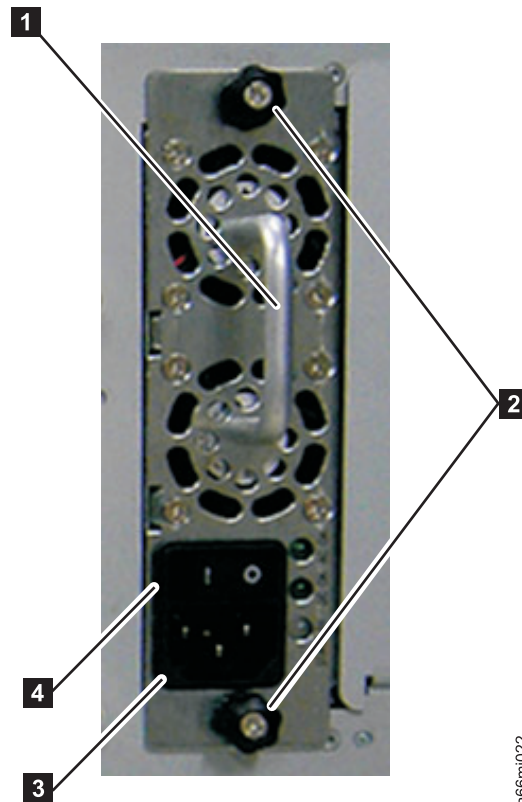

Figura 3-8. Fonte de Alimentação
1. Solte os dois parafusos de aperto manual (**2** na Figura 3-8 na página 3-11) na fonte de alimentação, girando-os no sentido anti-horário.
2. Para remover a fonte de alimentação, segure a alça (**1** na Figura 3-8 na página 3-11) e puxe-a lentamente em sua direção, enquanto a apoia pelo lado de baixo.